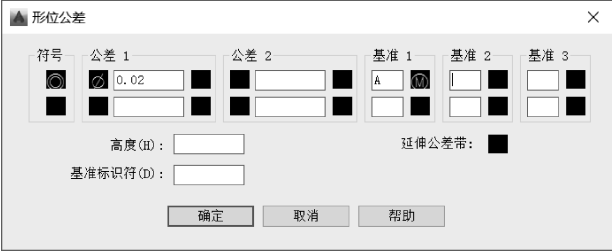

图 9-63 “形位公差”对话框设置示例 2
2) 输入命令后，打开“形位公差”对话框，按如图 9-63 所示填写，结果如图 9-61b 所示。